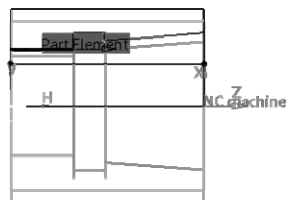

图 6-153 定义零件轮廓（8）
- 定义零件轮廓（8）。单击“Thread Turning.1”对话框中的，切换到几何参数选项卡，单击对话框中零件轮廓感应区，选择如图 6-153 所示的曲线作为零件轮廓，在空白处双击鼠标左键返回。